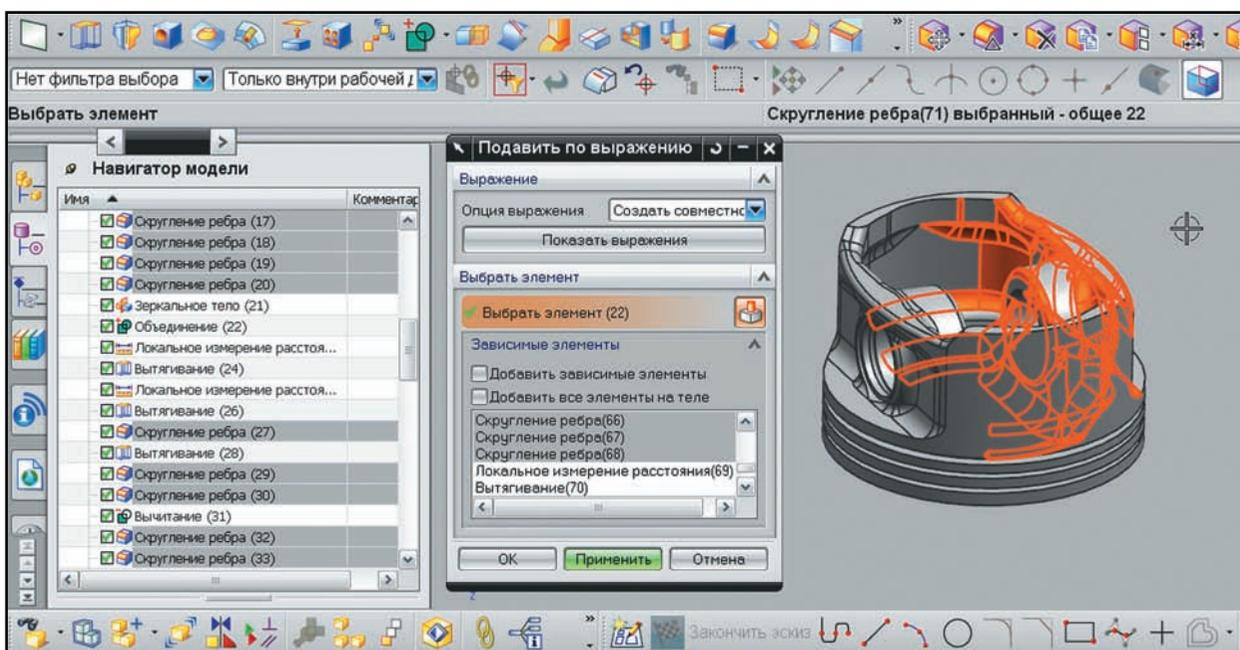

Рисунок 10.44 Подавление элементов модели
давление по выражению. В появившемся диалоговом окне в выпадающем списке **Опция выражения** выберите значение **Создать совместно используемый**. Эта опция определяет, будет ли создано индивидуальная переменная для контроля состояния каждого геометрического элемента или будет одна переменная на группу. Для наших целей мы создадим одну совместно используемую переменную, которая будет управлять состоянием подавления всех геометрических элементов скругления в модели (рис. 10.44).
- Удерживая нажатой клавишу **Ctrl** на клавиатуре, выберите в **Навигаторе модели** все элементы типа **Скругление ребра** (рис. 10.44).